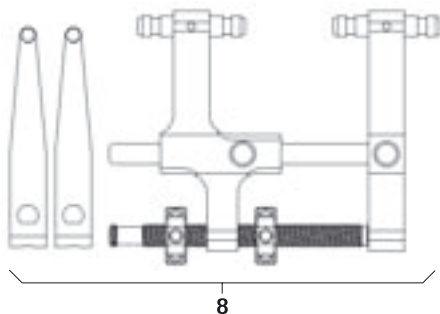

Fig. 12
- Montage du distracteur **8** avec les lames de distraction, voir Fig. 12.